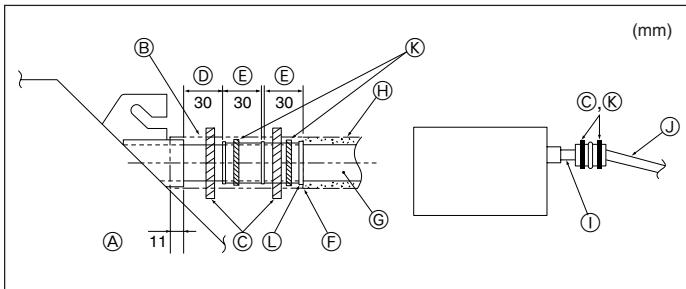

Fig. 6-2
- Collegare il manicotto di drenaggio (fornito con l'unità) all'apertura di drenaggio. (Fig. 6-2)